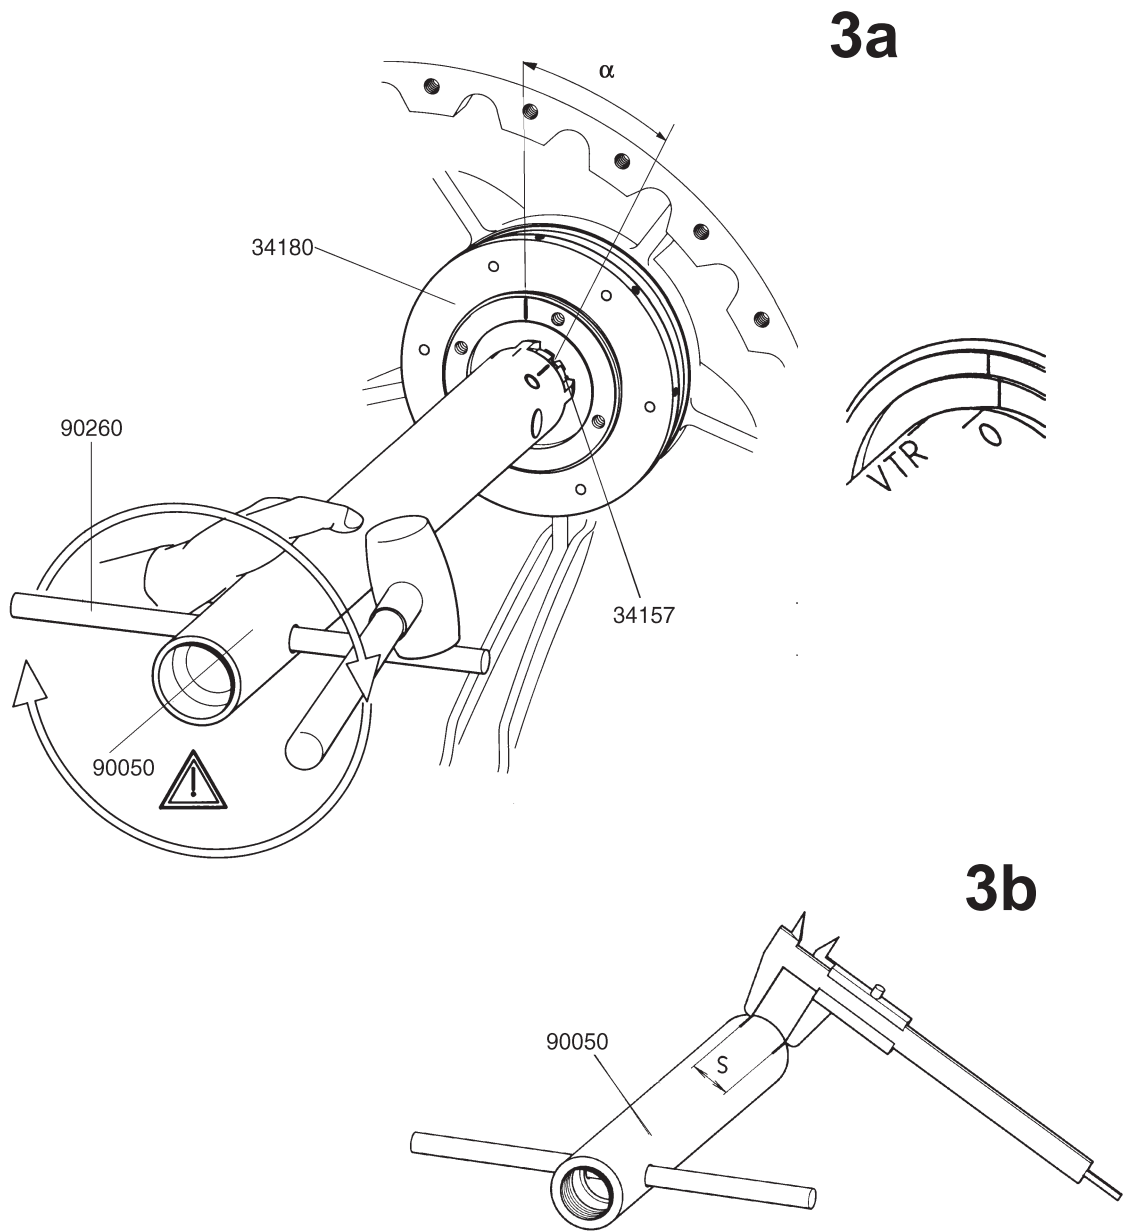

Fig. 5-8
- Carefully fit the socket screws (51025) with the locking washers resp. locking edge washer (51026) to the bearing (34100) and tighten them (VTR214 - 304 with torque, s. table in sec. 9) (see fig. 5-8/2).
- Steckschlüssel (90050) aufstecken und in der radialen Verlängerung der "0-Marke" (rechte) am Schmierrad (34180) eine Markierung anbringen (s. Fig. 5-8/3a).
- Das in der Tabelle angegebene Sehnenmass "S" mit Hilfe der Schiebelehre auf den Steckschlüssel (90050) übertragen und den Schlüssel markieren. Schlüssel aufstecken und in der radialen Verlängerung der ersten Marke (rechte) am Schmierrad (34180) eine Markierung anbringen (s. Fig. 5-8/3b).